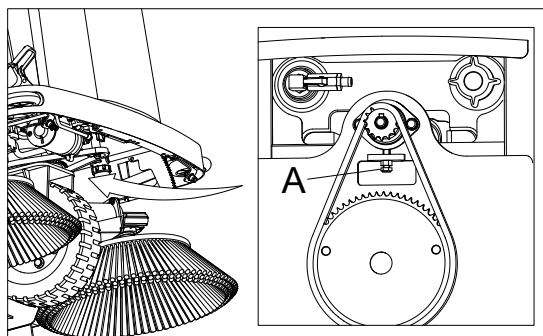

Figura 40
4. Când roata din față este slăbită, reglați șurubul de reglare a lanțului roții (A, Figura 40) de pe partea din față a mașinii pentru a vă asigura că lanțul roții este bine fixat.